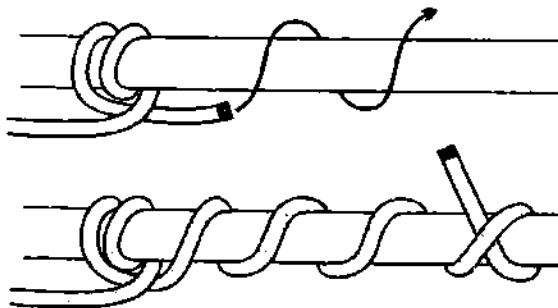

Рис. 954. Стопорный узел.
**Стопорный узел** – это временный схватывающий узел (рис. 954). Чтобы закрепить верёвку на более длительное время, лучше воспользоваться каким-либо другим, более устойчивым узлом, например **задвижным штыком**. **Стопорный узел** не следует путать со стопорными узлами – узлами для утолщения троса.